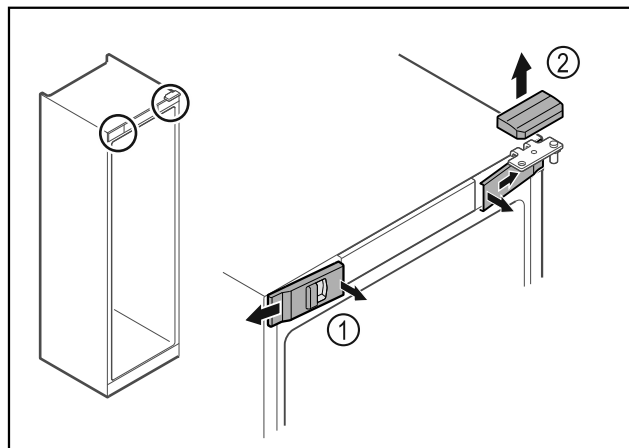

Fig. 9
- Wyciągnąć przednie osłonki Fig. 9 (1) i odchylić w bok.
- Górną osłonkę Fig. 9 (2) zdjąć w górę.